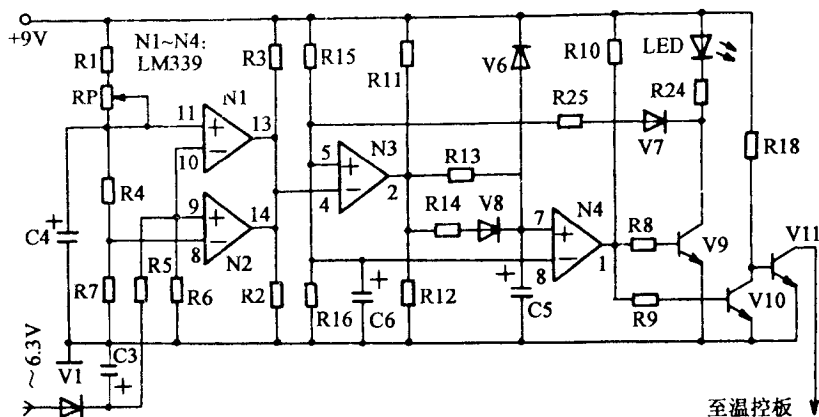

图 1-3 过、欠压保护电路图
分析与检修：检查 380V 电源正常，初步怀疑过、欠压保护电路有问题。该机过、欠压保护电路如图 1-3 所示，其工作原理是：在正常的电压范围内（ $380V \pm 10\%$ ），AC 6.3V 电压通过二极管 V1 半波整流，电容 C3 滤波后，经 R5 加至由 N1、N2 构成的双限比较器，使该比较器输出高电平，N3 输出低电平，N4 也输出低电平，三极管 V9 截止，过、欠压指示灯 LED 熄灭，同时三极管 V10 截止，V11 导通，从而使温控板上继电器吸合；当交流电压过压时，N1 ⑬脚输出低电平，使 N3 输出高电平，N4 也输出高电平，三极管 V9 导通，过、欠压指示灯亮，同时 V10 导通，V11 截止，使温控板上继电器不能吸合，压缩机不工作。